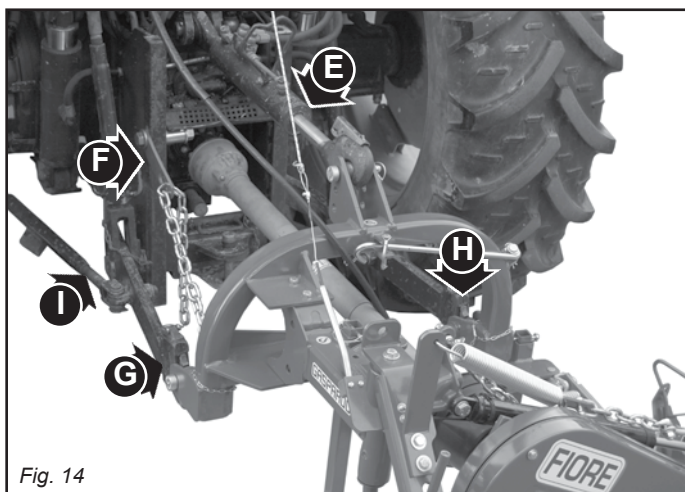
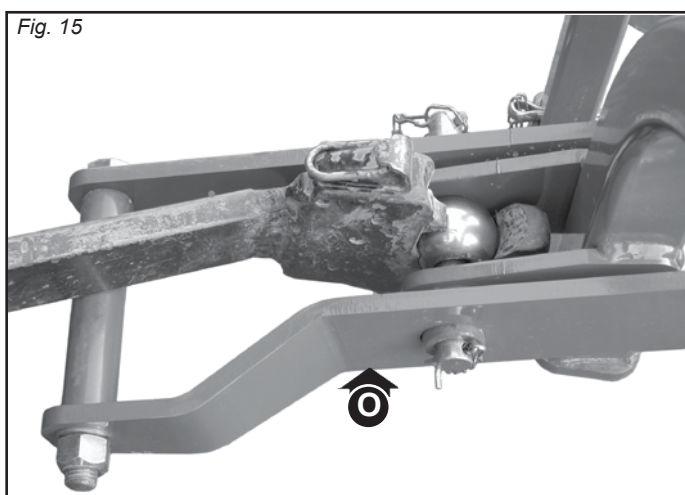

Fig. 14
Fig. 15
- 2 - Die zwei Traktorunterlenker auf den Bolzen (G und H, Abb. 14) des Mähwerkes einstecken. Der Hebearm (O, Abb. 15) muss unter den Traktorunterlenker angebracht werden. Mit dem einrastenden Splint blockieren.
- 3 - Den oberen Kupplungspunkt anschließen und den oberen Lenker (E, Abb. 14) korrekt einstellen. Das Plättchen (F, Abb. 14) soll an der linken Seite des Oberlenkers, beim Traktor auf den gleichen Bolzen eingesteckt sein. Mit dem einrastenden Splint blockieren.
- 4 - Die Lenker (I, Abb. 14) des Krafthebers mit den Stabilisierungsketten und Spannvorrichtungen des Schleppers parallel zum Schlepper blockieren. Dieser Vorgang ist auch bei Straßenfahrten erforderlich, damit das Gerät nicht seitlich ausschwenkt.